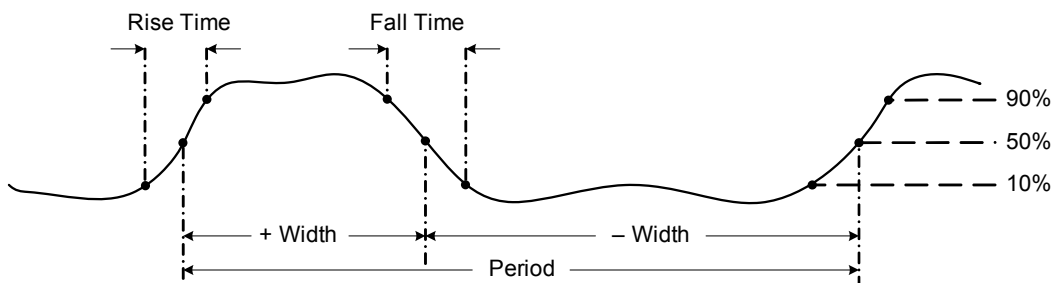

Figura 2-26 Definizione della frequenza
- La frequenza è il numero di cicli completati da un segnale in ciascun secondo. La frequenza è definita come 1/Periodo. Il periodo è definito come il tempo tra gli attraversamenti della soglia media di due estremi consecutivi e con polarità identica, come mostrato in Figura 2-26.